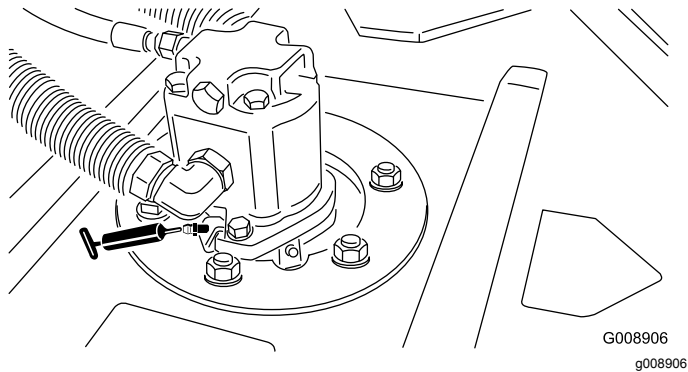

Figure 39
- 2 (par tablier de coupe) roulements d'axe de pivot de tablier de coupe (Figure 39)